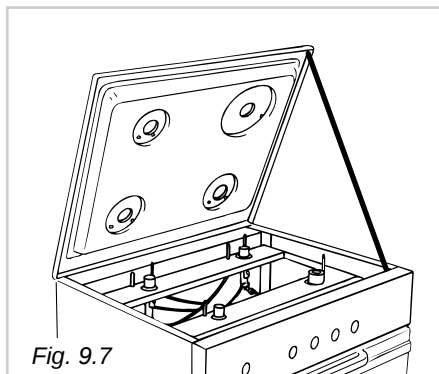

Fig. 9.7
- Con un puntone mantenere aperto il piano di lavoro (Fig. 9.7).